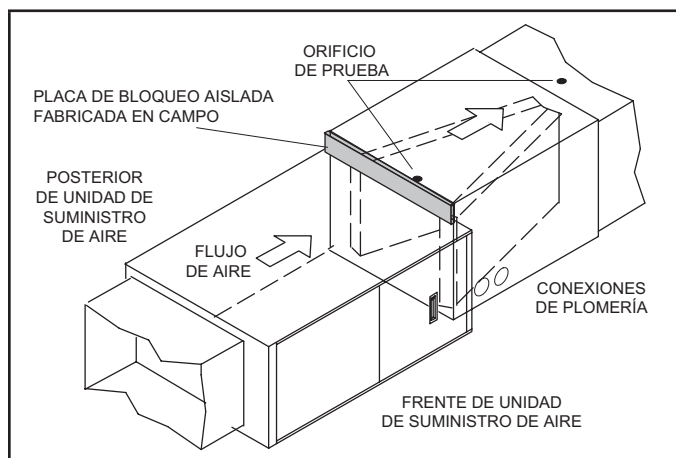

FIGURA 2. Serpentín de ancho D con calefactor de ancho C
- 5 - Aplicaciones que utilizan la unidad de ancho D CK40HT con calefactor de ancho C: En la figura 2 se muestra una aplicación que incluye un serpentín de ancho D y un calefactor de ancho C. Esta aplicación requiere la construcción de una placa aislada de bloqueo suministrada en el sitio para cubrir el espacio abierto en la carcasa del serpentín.